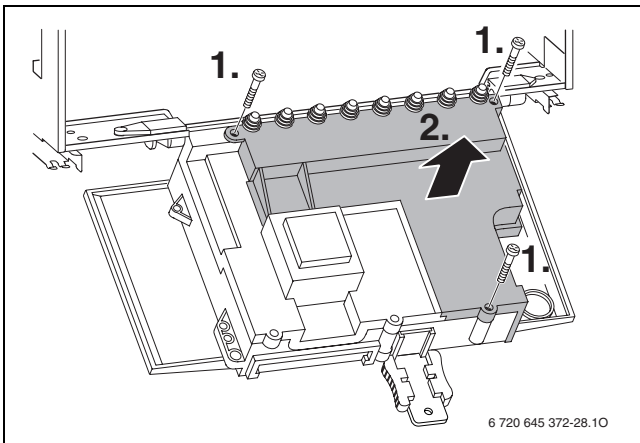

Fig. 43
I fusibili di ricambio si trovano sul retro della copertura del quadro comandi (→ fig. 43).
- ▶ Svitare le viti di fissaggio ed estrarre la copertura posteriore (→ fig. 43).